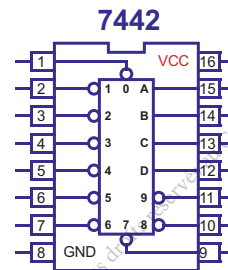

Fig. 9
- 3 Compléter le tableau (figure 9) par les états des variables de sortie en fonction des variables d'entrée (A, B, C et D).